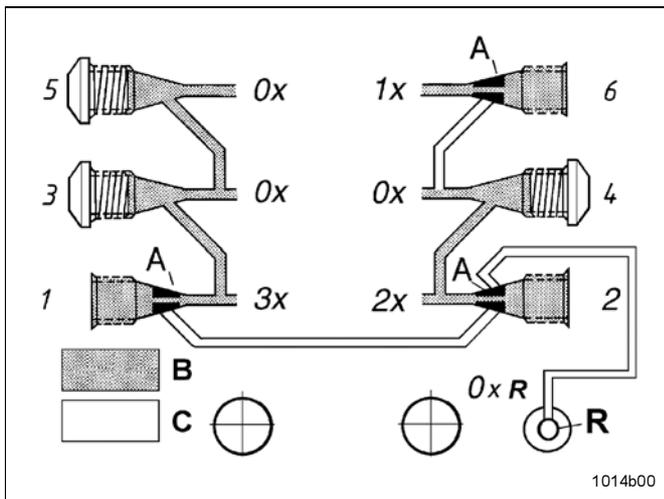

Abb. 1-1 Einfache, doppelte und mehrfache Auslassmenge, (Verteiler hinten montiert)
- Die einfache Fördermenge, ist die Schmierstoffmenge die ein Kolben pro Hub und je Auslassbohrung einer Schmierstelle zuführt. Sie beträgt ca. 0,2 ccm, vgl. Auslass 6 (Abb. 1-1).
- Fördermengen lassen sich durch Verschließen von Auslassbohrungen mit Verschlusschrauben (Abb. 1-2), z. B. an Auslass 3 bis 5 (Abb. 1-1) erhöhen. Sie sind Bestandteil der Zubehörbausätze.
- Beispiel siehe Abb. 1-1:
Wird Auslass 2 (Abb. 1-1) an eine Schmierstelle angeschlossen, darf Auslass 1 nicht verschlossen werden, siehe Klemmring A in Auslass 2.
- Die restlichen Auslässe sind für den Anschluss zu den Schmierstellen oder zur Erhöhung der Schmierstoffmenge zu verwenden (vgl. Abb. 1-1).